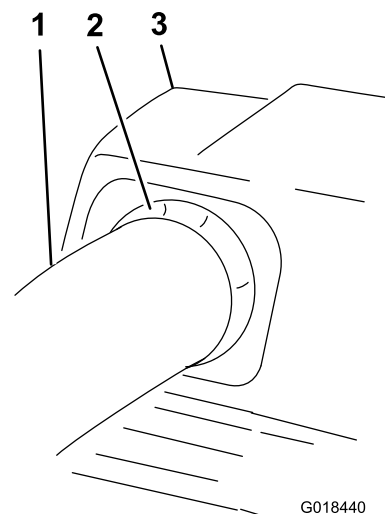

Bild 30
11. Ziehen Sie das obere Rohr etwas heraus, sodass sich die Dichtung nach außen über das untere Rohr wölbt (Bild 30).
20. Ziehen Sie das obere Rohr etwas heraus, sodass sich die Dichtung nach außen über das Gebläse wölbt (Bild 30).